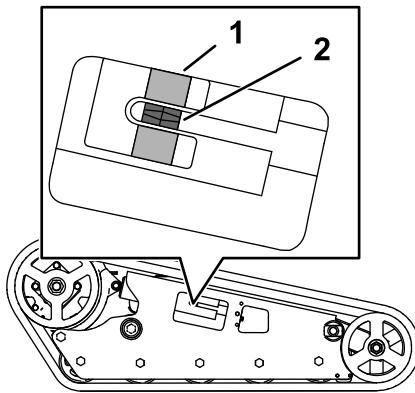

Figure 58
Vérifiez que le bloc de tension est aligné sur le guide vert de l'autocollant ou qu'il se trouve à 1,3 cm de l'arrière de la fente du tube de tension (Figure 58).
4. À l'aide d'un rochet de $\frac{1}{2}$ pouce, tournez la vis de tension jusqu'à ce que le bloc de tension soit aligné sur le guide vert de l'autocollant ou se trouve à 1,3 cm de l'arrière de la fente du tube de tension (Figure 58).
- Vérifiez que le bloc de tension est aligné sur le guide vert de l'autocollant ou qu'il se trouve à 1,3 cm de l'arrière du tube de tension pour les deux chenilles (Figure 58). Réglez au besoin.